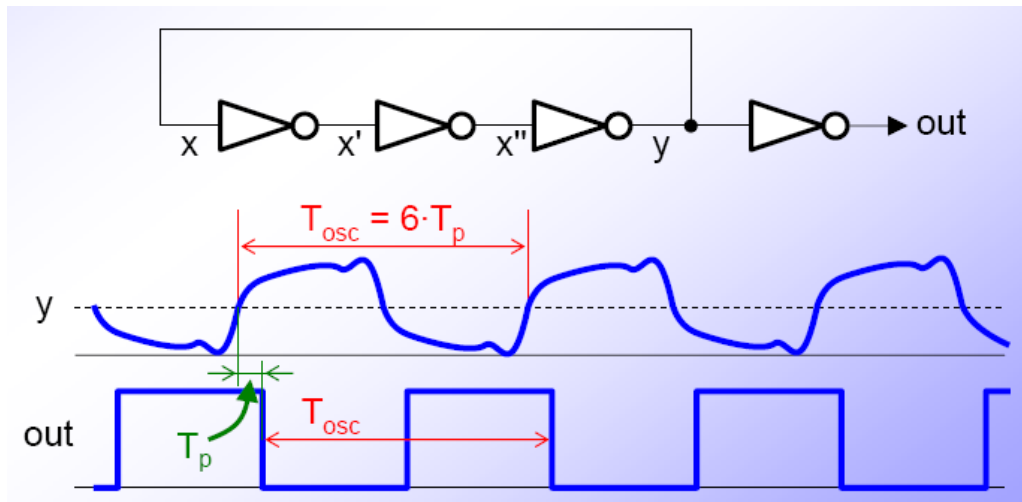

Figura 16: Oscilatorul în inel
- Schema de principiu este prezentată în figura 16;
Funcționarea schemei din figura 16 se poate explica prin următoarea succesiune de etape: